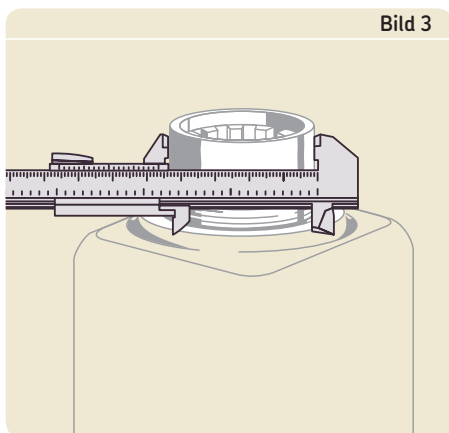

Bild 3
- 2 Den Durchmesser der Dichtungsgleitfläche an unbeschädigter Stelle in drei um 120° versetzten Ebenen nachmessen (→ Bild 3). Anhand des arithmetischen Mittelwerts kann die Auswahl der geeigneten SKF Speedi-Sleeve Hülse erfolgen. Liegt der Mittelwert innerhalb des zulässigen Durchmesserbereichs einer Hülse, ist ein ausreichender Festsitz gewährleistet. Die Hülse kann nicht auf der Welle wandern, kein Klebstoff ist erforderlich.